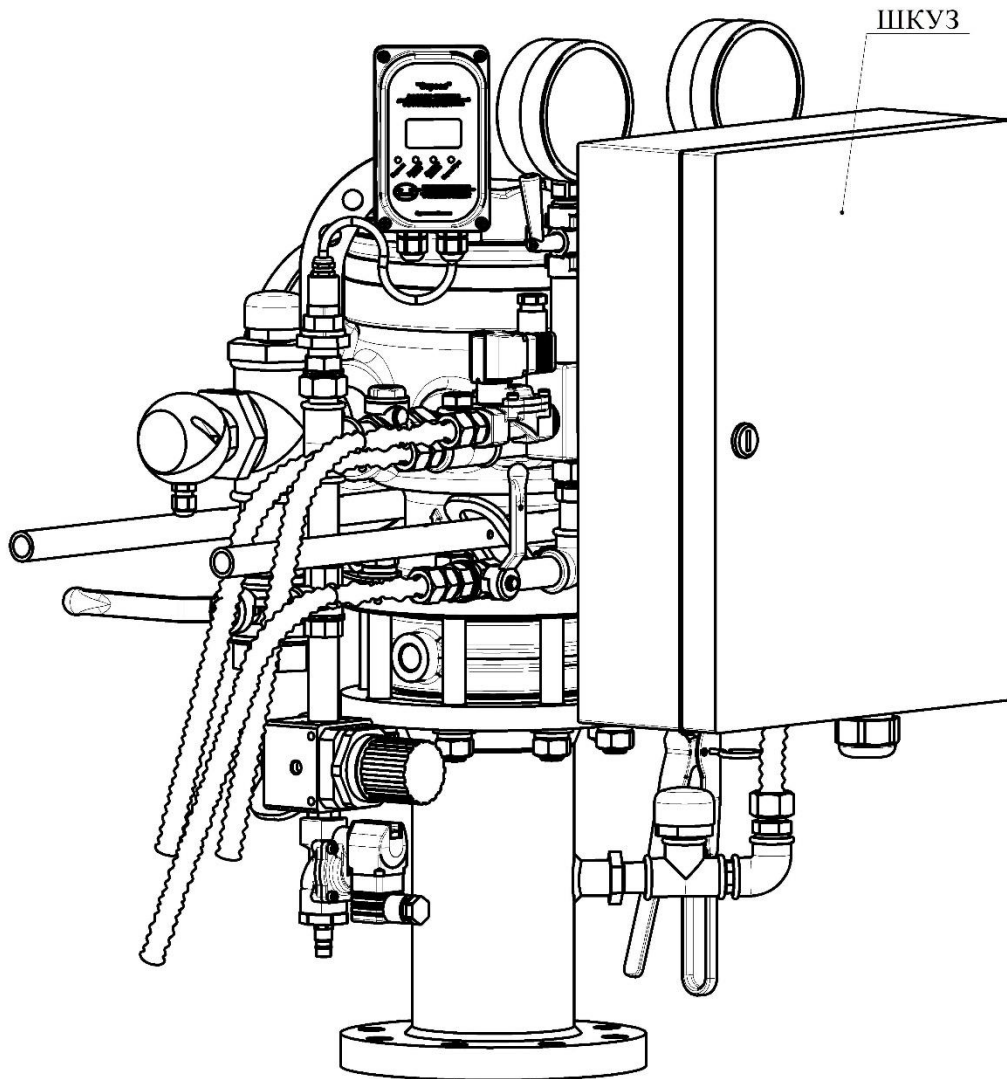

Рисунок 5 - Общий вид УУ «Спринт»
5.26 Шкаф контроля, управления и запуска (ШКУЗ) (рисунок 5) обеспечивает запуск УУ от шлейфов сигнализации и отображает следующие сигналы: